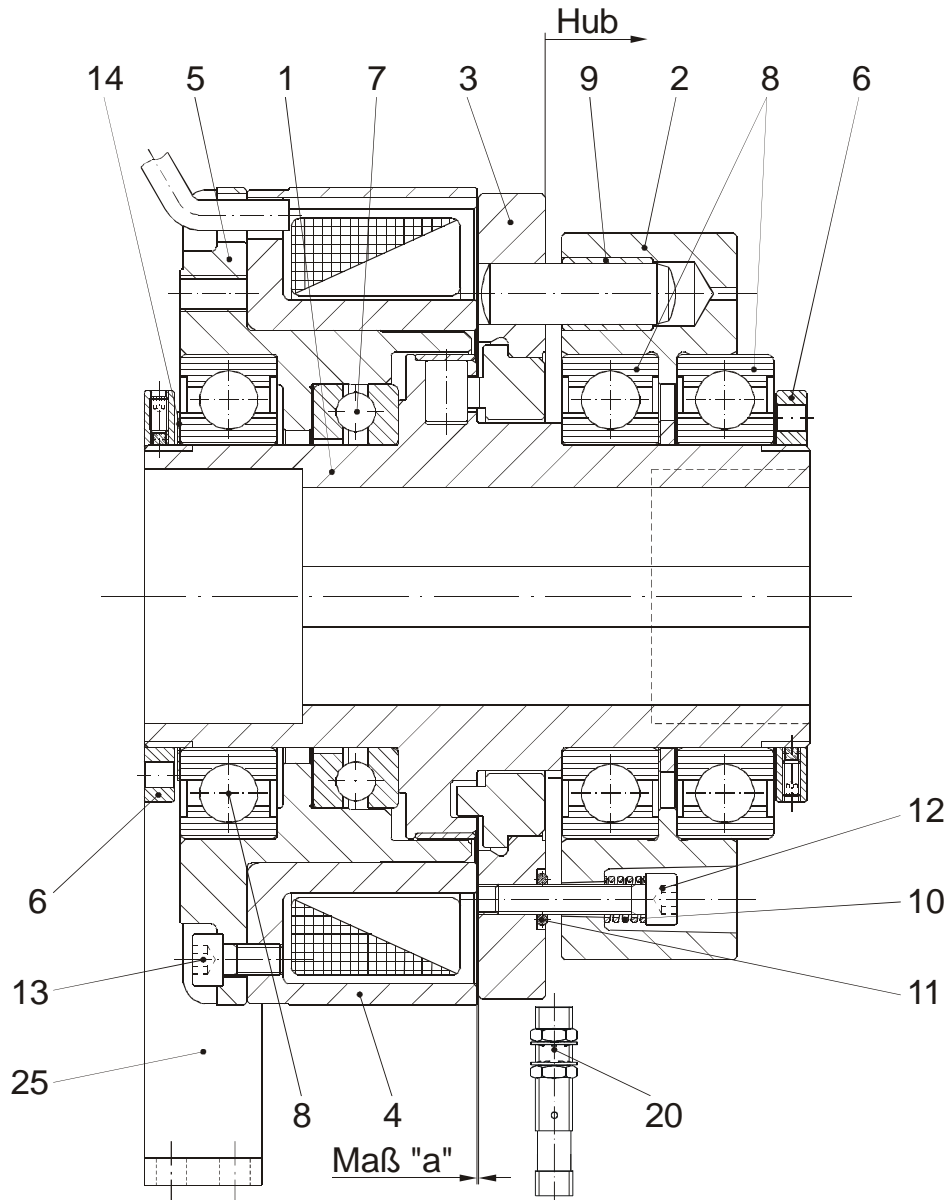

Bild 1
Am Außendurchmesser des Lagerflansches (5) befinden sich zur Reibstützenbefestigung zwei Gewindebohrungen (Bild 1).